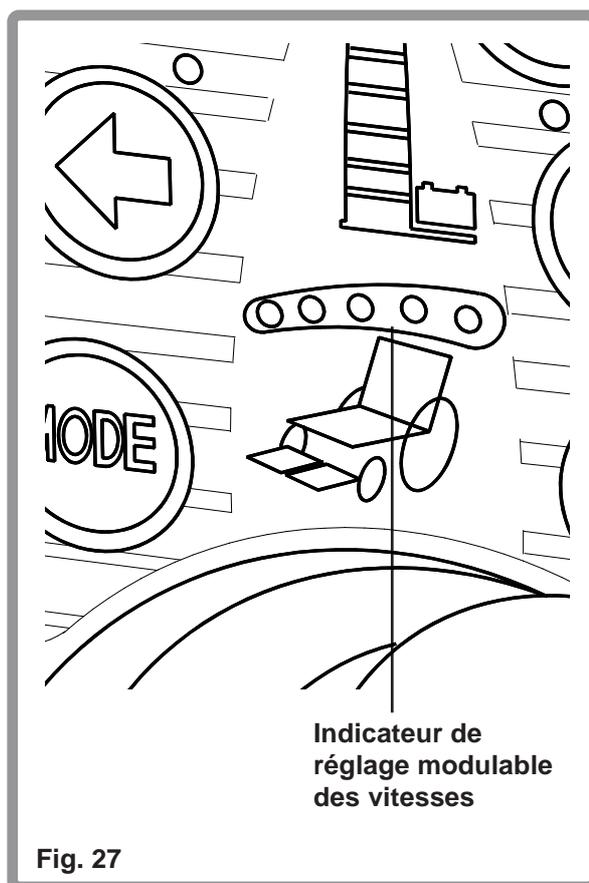

Fig. 27
1. Appuyez sur le bouton « mode » jusqu'à ce que l'indicateur de réglage de vitesse clignote (Fig. 27).